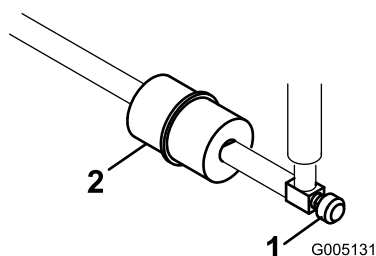

Figure 50
Le filtre à carburant est incorporé dans la conduite d'alimentation, entre le réservoir de carburant et le carburateur (Figure 50). Remplacez le filtre toutes les 800 heures de fonctionnement, ou plus tôt si le débit de carburant limité. Vérifiez que la flèche qui se trouve sur le filtre pointe bien dans la direction opposée au réservoir de carburant.
1. Fermez le robinet de carburant, desserrez le collier de flexible côté carburateur et débranchez la conduite d'alimentation du filtre (Figure 50).
2. Placez un bac de vidange sous le filtre, desserrez l'autre collier de flexible et déposez le filtre (Figure 50).